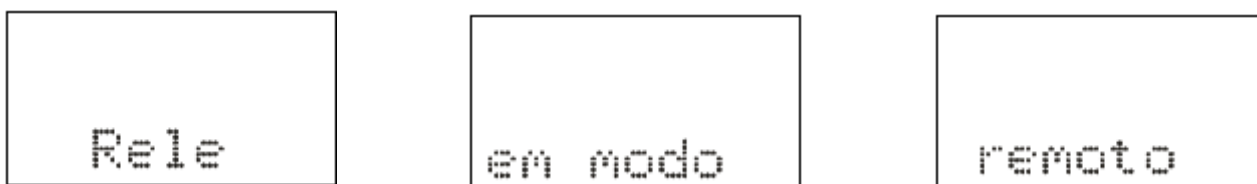

Figura 3.9: Relé em modo de programação remota.
b) Pressionar a tecla **L/R** e o relé entra em modo de programação e atuação remota e o led de programação e atuação local ou remota apaga. A IHM local sinaliza a operação realizada conforme figura 3.9.